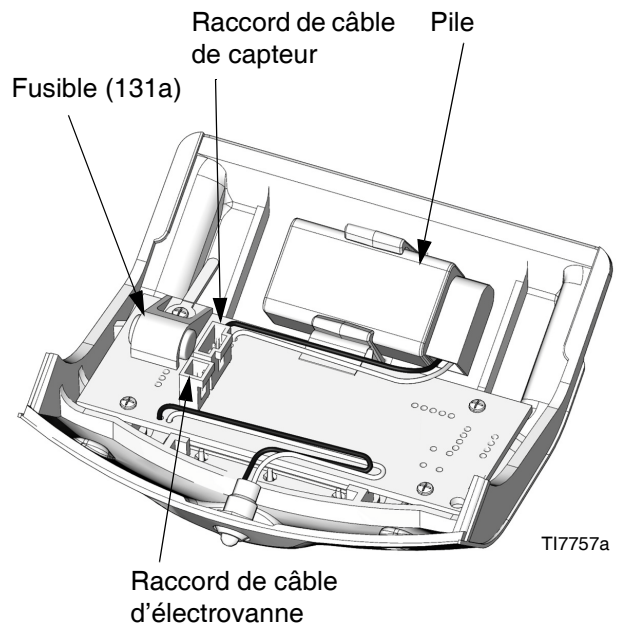

FIG. 5. Emplacement de la pile et du fusible du DataTrak
- Débranchez les câbles de l'électrovanne d'emballage et du capteur de la carte du module. Consultez la FIG. 5.
- Déplacez le module du DataTrak (131) vers une zone non dangereuse.